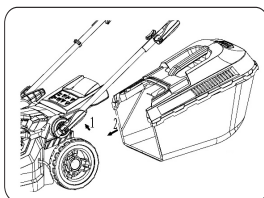

Рис. 13
4. Поднимите заднюю крышку и установите травосборник (Рис. 13).